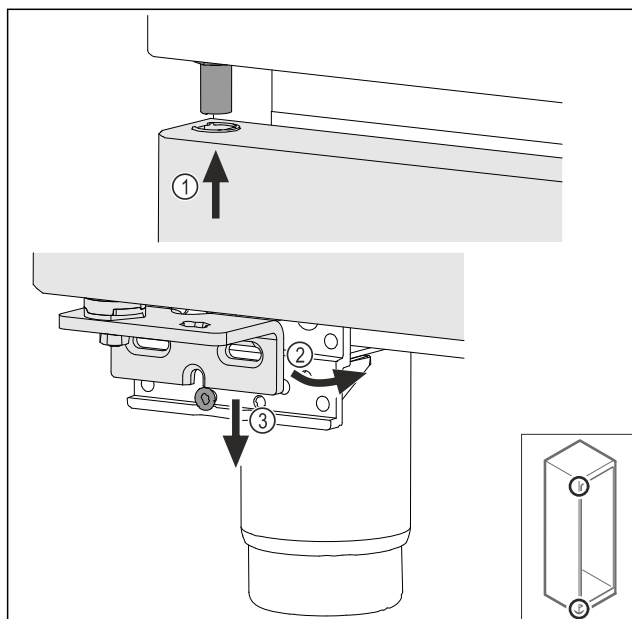

Fig. 70
- Lehce naklopená dvířka zasuňte nahoře Fig. 70 (1), dvířka narovnejte Fig. 70 (2) a nasad'te je dole na šroub stojanu ložiska Fig. 70 (3).